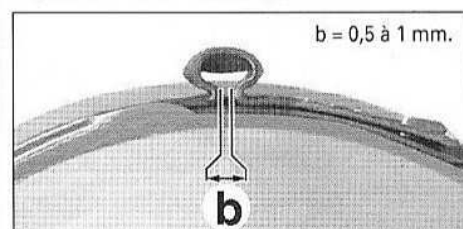

FIG.13
- Sertir correctement les colliers de serrage à l'aide des outils [3], [4] ou [5] (selon les colliers) en respectant la distance (b) (Fig.13).
- Sertir correctement les colliers de serrage l'aide les outils [3], [4] ou [5] (selon les colliers) en respectant la distance (b) (Fig.13).